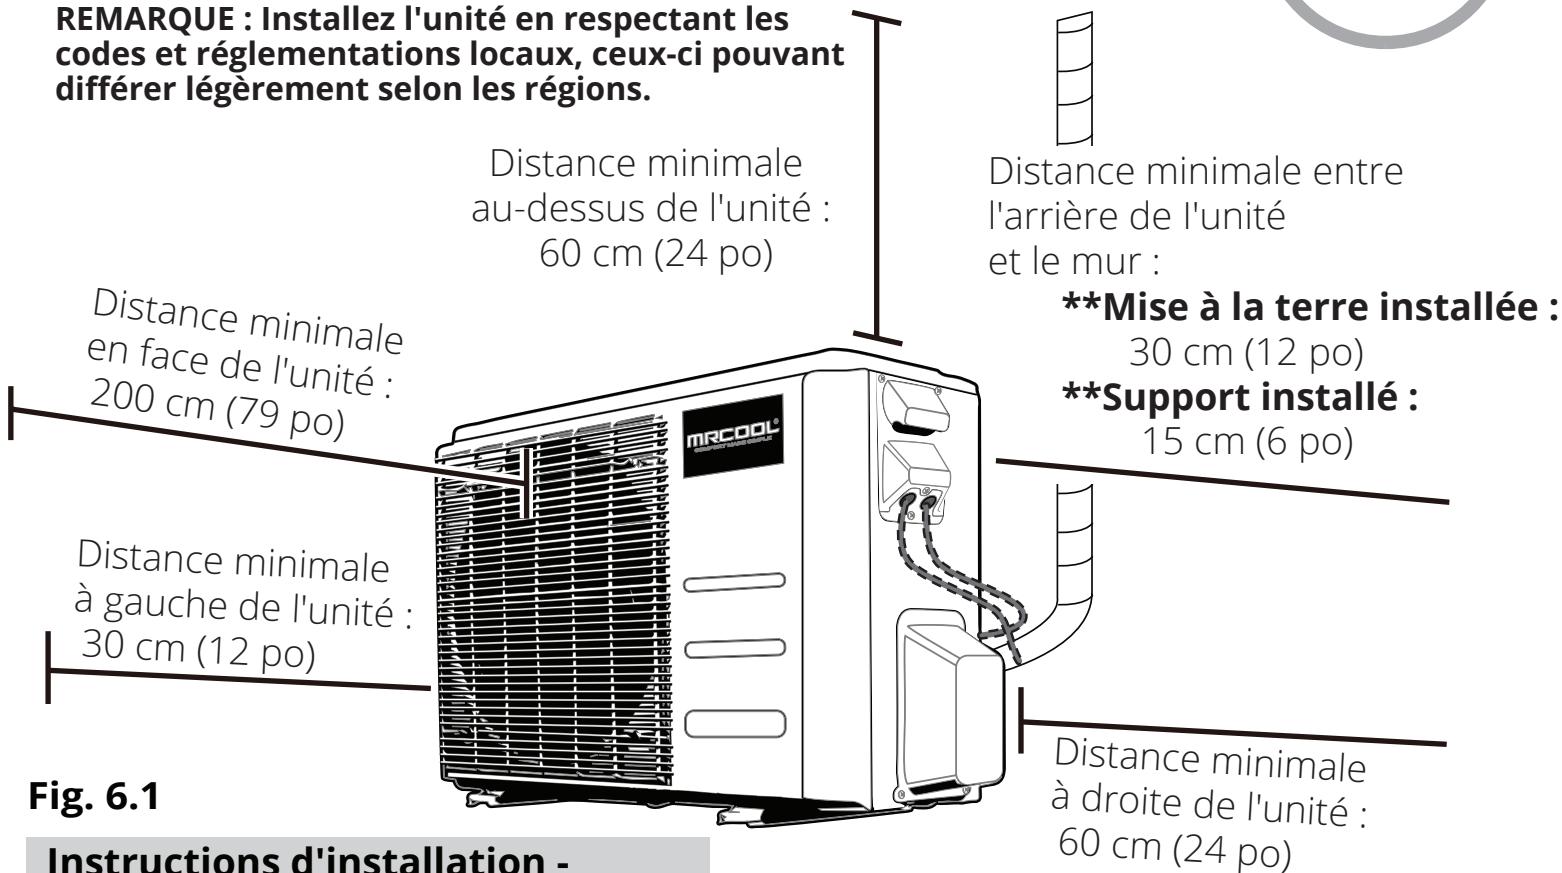

Fig. 6.1
- ✓ Répond à toutes les exigences relatives à l'espace indiquées dans la section Espace requis pour l'installation (Fig. 6.1)